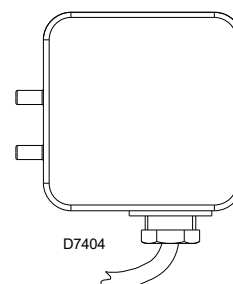

Fig. 21
- Regolare il pressostato aria (Fig. 21) ad inizio scala.
Eseguire la regolazione del pressostato aria (Fig. 21) dopo aver effettuato tutte le altre regolazioni del bruciatore con il pressostato aria regolato a inizio scala.